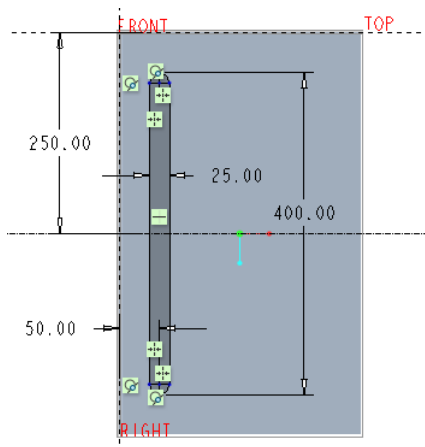

图 5-82 绘制剖面
(1) 单击 (拉伸) 按钮, 打开“拉伸”选项卡, 默认时, (实体)、 (移除材料) 按钮和 (移除与钣金曲面垂直的材料) 按钮处于被选中的状态, 并从下拉列表框中选择 (移除垂直于驱动曲面的材料) 图标选项。
(2) 选择 TOP 基准平面作为草绘平面, 快速进入草绘模式。
(3) 绘制图 5-82 所示的剖面, 单击 (确定) 按钮。